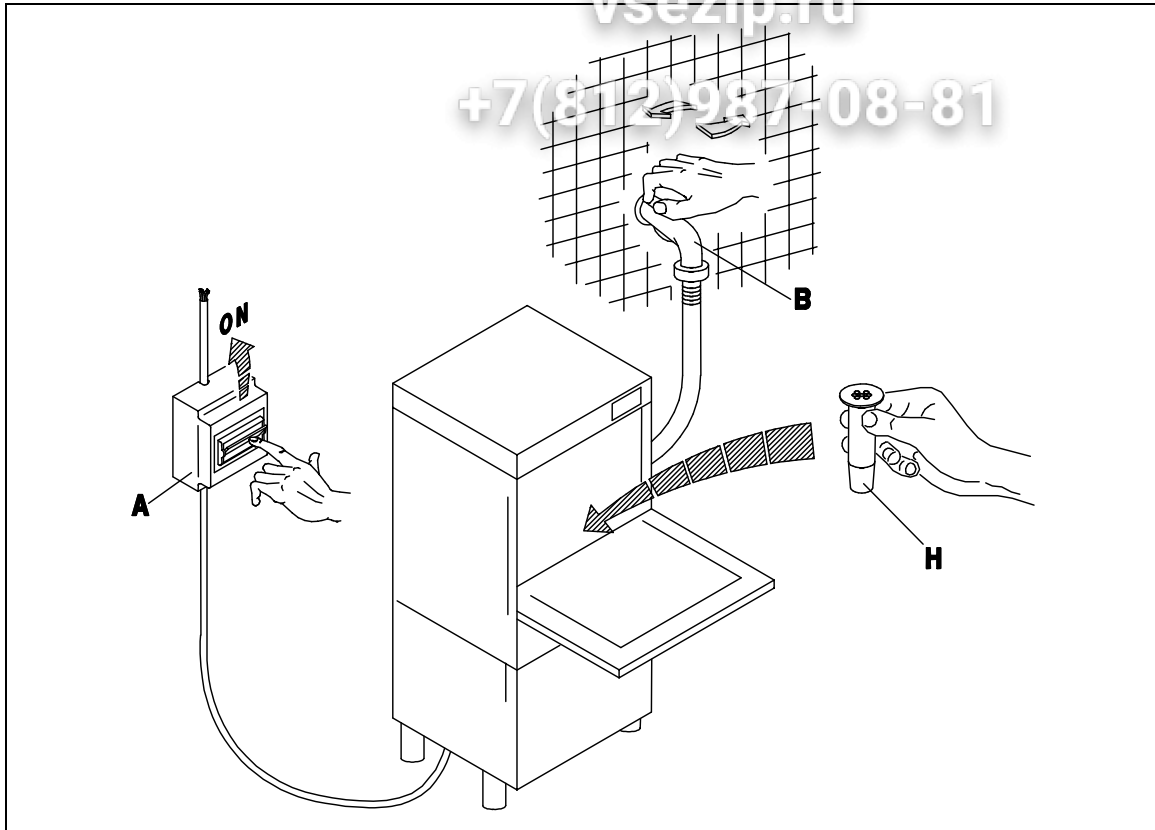

Fig. 3-1
- Aprire il rubinetto dell'acqua (B), inserire l'interruttore generale (A). Togliere il troppopieno e il pannello anteriore sottoporta, per poter accedere al termostato boiler. Attivare l'interruttore principale dell'apparecchio (1), ne conseguirà l'accensione della spia (A) evidenziando che la macchina è sottoposta a tensione. A porta chiusa il boiler si riempie d'acqua, quando l'acqua comincerà ad uscire dai bracci di risciacquo, aprire la porta, inserire il troppopieno, regolare la temperatura sul termostato boiler (temperatura consigliata 85°C), richiudere la porta. Avrà così inizio il riscaldamento dell'acqua del boiler, evidenziato dall'accensione della spia (D), al raggiungimento della temperatura impostata sul termostato boiler, spia (D) spenta, avrà inizio il riempimento della vasca. Il termine della fase di riempimento vasca sarà evidenziato dall'accensione della spia (E). Il tempo di riempimento della vasca è determinato dalla temperatura dell'acqua d'alimentazione e dalla temperatura impostata sul termostato boiler.
Quando la spia di riempimento vasca (E) sarà accesa e quella del boiler (D) sarà spenta, l'apparecchio sarà nelle condizioni ideali per iniziare il lavaggio. (fig. 3-1÷3-2)
- Turn on the water tap (B) and switch on the main switch (A). Take off the overflow pipe and the front panel under the door in order to reach the boiler thermostat. Switch on the appliance, switch (1), which will cause the warning light (A) to illuminate, indicating that the machine is live. When the door is closed the boiler fills with water, when the water starts coming out from the rinse arms, open the door, insert the overflow pipe, adjust the temperature on the boiler thermostat (recommended temperature 85°C) and close the door. The water in the boiler will start heating, indicated by the warning light (D) on. When the adjusted temperature on the thermostat is reached, warning light (D) off, the wash tank will start filling. The end of the tank filling will be indicated by the warning light (E) on. The time of the tank filling depends on the inlet water temperature and on the adjusted temperature on the boiler thermostat.
When the tank filling warning light (E) will be on and the boiler warning light (D) will be off, the appliance will be in the ideal conditions to start washing (fig. 3-1÷3-2).
- Öffnen Sie den Wasserhahn (B) und schalten Sie den Hauptschalter (A) ein. Das Überlaufrohr im Tank herausnehmen und die vordere Blende unter der Türe abnehmen um an den Thermostat zu gelangen. Beim Betätigen des Hauptschalters (1) der Maschine wird die Anzeige (A) aufleuchten, an der Sie erkennen können, daß die Maschine unter Spannung steht. Bei geschlossener Tür läuft nun Wasser in den Boiler. Wenn das Wasser vom Nachspülarm herauszulaufen beginnt, öffnen Sie die Türe und stecken Sie das Überlaufrohr wieder an seinen Platz im Tank. Nun kann die Boilertemperatur am Thermostat eingestellt werden (empfohlene Boilertemperatur 85 °C). Die Türe schliessen. Die Erhitzung des Wassers im Boiler hat somit begonnen. Das Aufleuchten der Anzeige (D) zeigt es an. Wenn die eingestellte Temperatur erreicht ist, geht die Anzeige (D) aus und es beginnt die Wasserfüllung des Tanks. Sobald der Tank mit Wasser befüllt ist wird die Anzeige (E) aufleuchten. Die Dauer der Befüllung des Tanks hängt von der Temperatur des Anschlusswassers und von der eingestellten Boilertemperatur ab.
Wenn die Anzeige (E) leuchtet und die Anzeige (D) erlöscht ist, dann ist die Maschine betriebsbereit und man kann den Spülgang starten (Abb. 3-1 bis 3-2).
- Ouvrir le robinet (B) et insérer l'interrupteur général (A). Enlever le tube trop-plein et le panneau frontal sous-porte pour pouvoir avoir accès au thermostat du boiler. Activer l'interrupteur général de l'appareil (1), le voyant (A) s'allumera, ce qui signifie que la machine est branchée. Avec la porte fermée le boiler se remplit d'eau, quand l'eau commencera sortir des bras de rinçage ouvrir la porte, insérer le tube trop-plein, régler la température sur le thermostat (température conseillée 85°C), fermer à nouveau la porte. L'eau du boiler commencera se chauffer, indiqué par l'allumage du voyant (D). Quand la température affichée sur le thermostat est atteinte, voyant (D) éteint, le remplissage de la cuve va commencer. La fin de la phase de remplissage de la cuve sera indiquée par l'allumage du voyant (E). Le temps de remplissage de la cuve est déterminé par la température de l'eau d'alimentation et par la température affichée sur le thermostat du boiler.
Quand le voyant du remplissage de la cuve (E) sera allumé et le voyant du boiler (D) sera éteint, l'appareil sera dans les conditions idéales pour commencer le lavage (fig. 3-1÷3-2)
- Abrir el grifo del agua (B), introducir el interruptor general (A). Quitar el desbordamiento y el panel delantero debajo de la puerta, para poder acceder al termostato caldera. Activar el conmutador principal del aparato (1), lo conseguirá el encendido del piloto (A) poniendo de relieve que la máquina está conectada a una tensión. A puerta cerrada la caldera se llena de agua, cuando el agua comenzará a salir de los brazos de aclarado, abrir la puerta, insertar el desbordamiento, regular la temperatura en el termostato caldera (temperatura recomendada 85°C), cerrar la puerta. Tendrá así comienzo el calentamiento del agua de la caldera, apuntado al encendido del piloto (D), al alcanzar la temperatura preestablecida en el termostato caldera, piloto (D) apagada, tendrá inicio el llenado de la cubeta. El plazo de la fase de llenado recipiente pondrá de manifiesto, encendido del piloto (E). El tiempo de llenado de la cubeta se determinará por la temperatura del agua de alimentación y de la temperatura establecida en el termostato caldera.
- ECO 50 – temperatura agua de alimentación 16°C, temperatura caldera 85°C, tiempo de carga 25 minutos.Cuando el piloto de llenado cuba (E) será encendido y lo del caldera (D) será apagado, el aparato estará en las condiciones ideales para comenzar el lavado. (Fig. 3-1÷3-2)
- Aprire il rubinetto dell'acqua (B), inserire l'interruttore generale (A). Attivare l'interruttore principale dell'apparecchio (1), ne conseguirà l'accensione della spia (A) evidenziando che la macchina è sottoposta a tensione. A porta chiusa l'acqua del boiler comincerà a riscaldarsi, spia (D) accesa a raggiungerne la temperatura impostata sul termostato boiler, spia (D) spenta, avrà inizio il riempimento della vasca. Il termine della fase di riempimento vasca sarà evidenziato dall'accensione della spia (E). Il tempo di riempimento della vasca è determinato dalla temperatura dell'acqua d'alimentazione e dalla temperatura impostata sul termostato boiler:
- Turn on the water tap (B) and switch on the main switch (A). Switch on the appliance, switch (1), which will cause the warning light (A) to illuminate, indicating that the machine is live. When the door is closed the water in the boiler will start heating, indicated by the warning light (D) on. When the adjusted temperature on the thermostat is reached, warning light (D) off, the wash tank will start filling. The end of the tank filling will be indicated by the warning light (E) on. The time of the tank filling depends on the inlet water temperature and on the adjusted temperature on the boiler thermostat.
- Öffnen Sie den Wasserhahn (B) und schalten Sie den Hauptschalter (A) ein. Den Hauptschalter (1) betätigen, folglich wird die Anzeige (A) aufleuchten. Daran erkennen Sie, daß die Maschine unter Spannung steht. Bei geschlossener Tür beginnt nun die Erhitzung des Wassers im Boiler, Anzeige (D) leuchtet auf. Wenn die eingestellte Boilertertemperatur erreicht ist, erlöscht die Anzeige (D) und es beginnt die Wasserfüllung des Tanks. Sobald dieser mit Wasser befüllt ist wird die Anzeige (E) aufleuchten. Die Dauer der Befüllung des Tanks hängt von der Temperatur des Anschlusswassers und von der eingestellten Boilertertemperatur ab.
Wenn die Anzeige (E) leuchtet und die Anzeige vom Boiler (D) erlöscht ist, dann ist die Maschine betriebsbereit und man kann den Spülgang starten (Abb. 3-1 bis 3-2).
- Ouvrir le robinet (B) et insérer l'interrupteur général (A). Activer l'interrupteur général de l'appareil (1), le voyant (A) s'allumera, ce qui signifie que la machine est branchée. Avec la porte fermée l'eau du boiler commencera se chauffer, indiqué par l'allumage du voyant (D). Quand la température affichée sur le thermostat est atteinte, voyant (D) éteint, le remplissage de la cuve va commencer. La fin de la phase de remplissage de la cuve sera indiquée par l'allumage du voyant (E). Le temps de remplissage de la cuve est déterminé par la température de l'eau d'alimentation et par la température affichée sur le thermostat du boiler.
- Abrir el grifo del agua (B), introducir el interruptor general (A). Activar el conmutador principal del aparato (1), lo conseguirá el encendido del piloto (A) poniendo de relieve que la máquina está sometida a una tensión. A puerta cerrada el agua de la caldera comenzará a calentarse, piloto (D) encendido, al alcanzar la temperatura preestablecida en el termostato caldera, piloto (D) apagado, tendrá inicio el llenado de la cubeta. El plazo de la fase de llenado cuba pondrá de manifiesto, encendido del piloto (E). El tiempo de llenado de la cubeta se determinará por la temperatura del agua de alimentación y la temperatura preestablecida en el termostato caldera:
Cuando el piloto de llenado Cuba (E) será encendido y la de la caldera (D) será apagado, el aparato estará en las condiciones ideales para comenzar el lavado. (Fig. 3-1÷3-2)